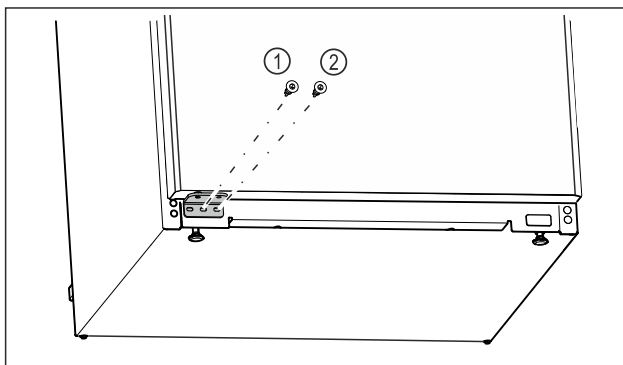

Fig. 25
- ▶ Sredinski vijak ležajnega podstavka Fig. 25 (1) trdno privijte z izvijačem Torx 20.
- ▶ Notranji vijak ležajnega podstavka Fig. 25 (2) trdno privijte z izvijačem Torx 20.